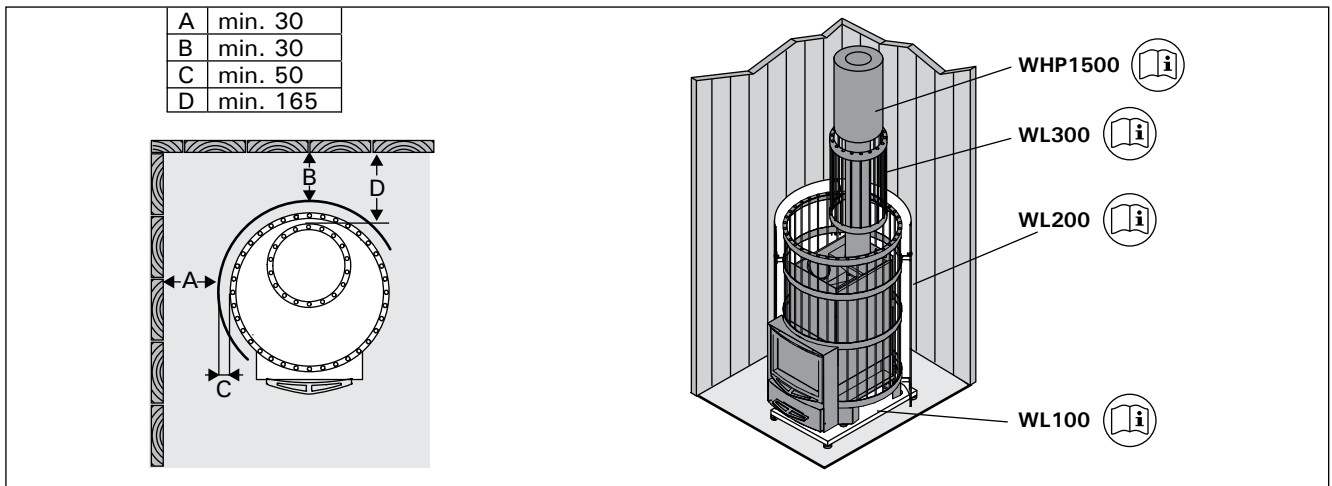

Рисунок 10. Элементы защиты Legend
На каменке должно быть смонтировано защитное ограждение. одинарному защитному покрытию. Рис. 10.
- **Защитное ограждение дымовой трубы WL300.** для Legend. Устанавливается вокруг дымовой трубы и заполняется камнями. Подходит как к прямой, так и к наклонной дымовой трубе. Рис. 10.